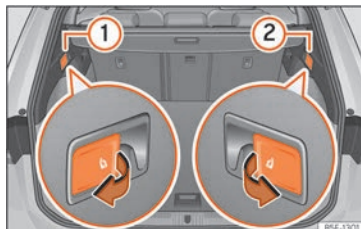

Fig. 106 Dans le coffre à bagages : leviers de déverrouillage du dossier de la banquette arrière.
- Tirez le levier de déverrouillage à distance de la partie gauche » fig. 106 ① ou droite ② du dossier dans le sens de la flèche. La partie débloquée du dossier arrière se rabat automatiquement vers l'avant.